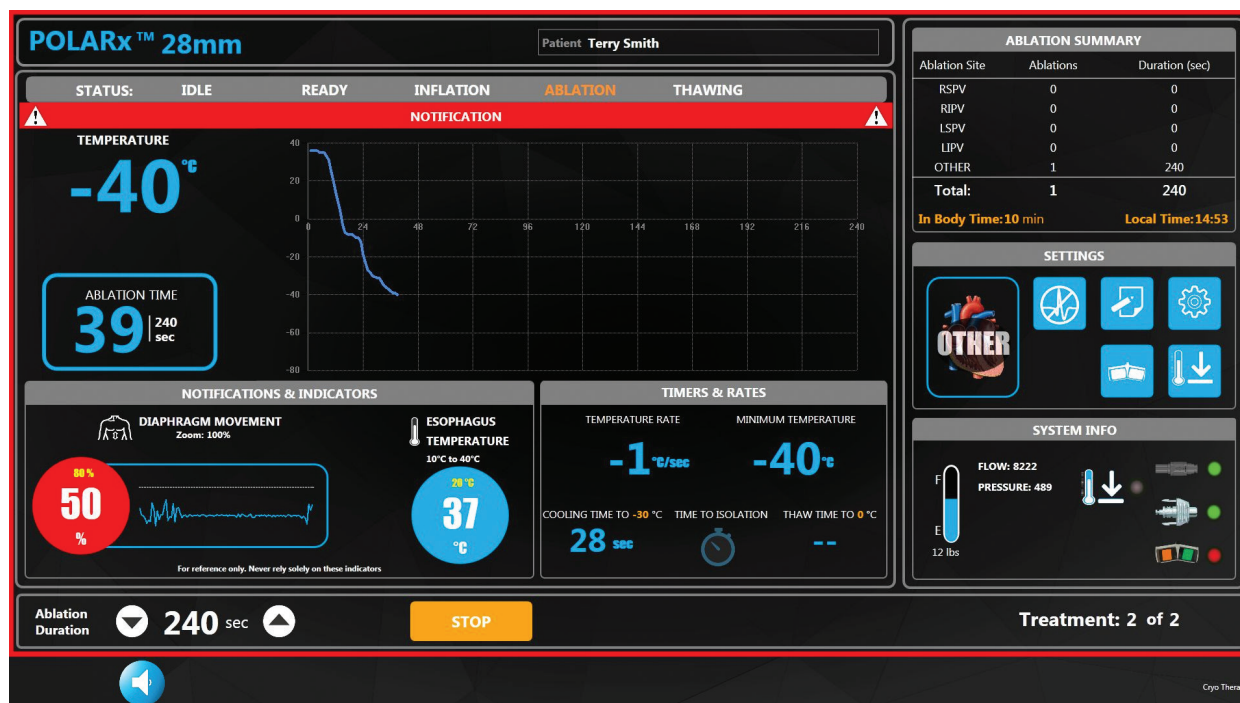

Figura 9. Alerta do Sensor de Movimento do Diafragma
- f. Selecione o valor numérico ao lado de **Diaphragm Sensor Limit** (Limite do sensor do diafragma). Defina o Diaphragm Sensor Limit (Limite do sensor do diafragma) com a percentagem pretendida utilizando as setas para cima/para baixo. Quando a percentagem atingir o ponto de ajuste escolhido neste campo, a leitura de Diaphragm Sensor (Sensor do diafragma) no ecrã de Terapia fica vermelha e intermitente, uma moldura vermelha à volta do ecrã fica intermitente e a barra de título do gráfico Temperature (Temperatura) fica intermitente a vermelho com uma notificação sonora (Figura 9). O alerta pode ser apresentado durante a fase de ablação.
- Os dados do movimento do diafragma são representados no gráfico Diaphragm Movement (Movimento do diafragma) e a amplitude atual é apresentada como uma percentagem. A percentagem baseia-se na resposta medida ao início da fase de ablação e diminui à medida que a resposta do paciente ao sinal de estimulação também diminui. Se a percentagem atingir o ponto de ajuste, a percentagem atual do movimento do diafragma é apresentada num círculo vermelho e pisca, uma moldura vermelha à volta do ecrã pisca e a barra de título do gráfico Temperature (Temperatura) pisca a vermelho com uma notificação sonora (Figura 9). O alerta está presente durante a fase de ablação. Se a leitura do DMS for inferior à definição de sensibilidade do DMS, o gráfico do DMS indica "No Pacing Detected" (Nenhuma estimulação detetada). O gráfico do DMS tem uma linha branca que se ajusta ao valor médio do DMS observado.